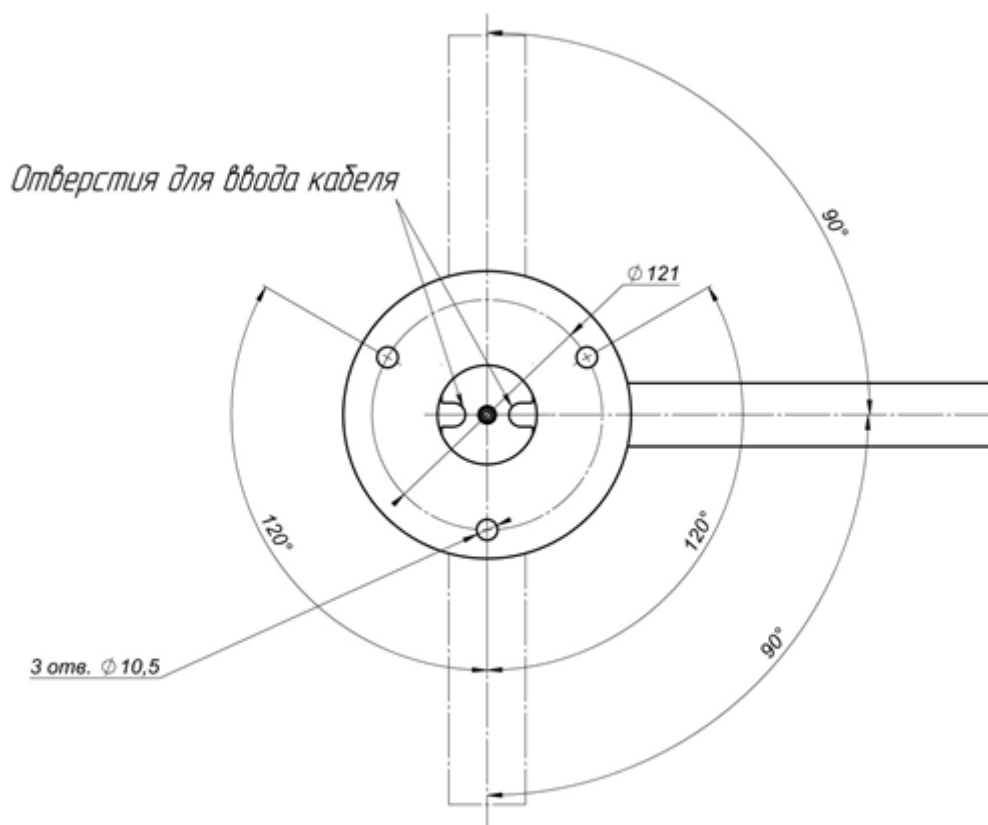

Рис. 3 Установочные размеры
7.2.5. Установите стойку калитки на подготовленную площадку (рис. 3).